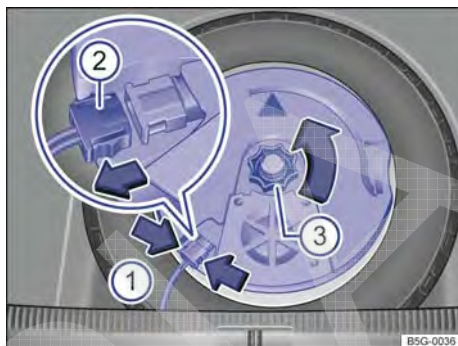

Fig. 226 No compartimento de bagagem: remover o subwoofer (variante 1).
- Para destravar o conector → Fig. 226 (2), comprimir as linguetas → Fig. 226 (setas 1).
- Puxar o conector → Fig. 226 (2) e colocar de lado o condutor elétrico removido.
- Remover o manípulo → Fig. 226 (3) no sentido anti-horário (seta).
- Para destravar o conector → Fig. 226 ②, comprimir as linguetas → Fig. 226 (setas ①).
- Puxar o conector ② e colocar de lado o condutor elétrico removido.
- Desrosquear o manípulo ③ no sentido anti-horário (seta).
- Inserir o conector → Fig. 226 ② até que ele se trave de maneira audível.
- Girar o manípulo ③ no pino rosqueável no sentido anti-horário até que o subwoofer fique preso com segurança.